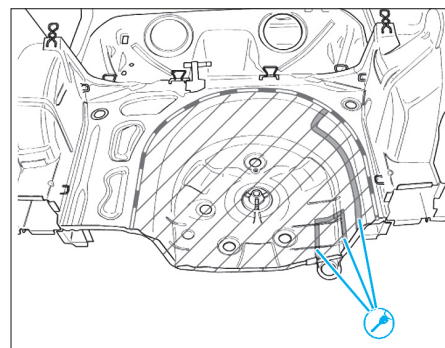

FIG. 127
- Tracer la ligne de coupe sur le bac en tenant compte de la réalisation d'un soyage côté carrosserie, dépointer puis couper comme illustré (Fig.127).